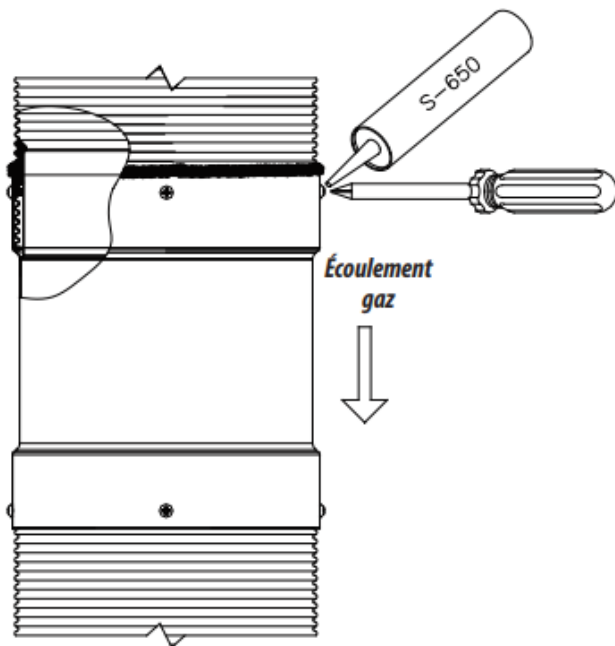

Figure 24 - Vis DuraSeal Flex
3.4. Installer les vis dans le trou de vis et serrez. 3.5. Ajouter le scellant rouge S-650 sur les vis (Figure 24).